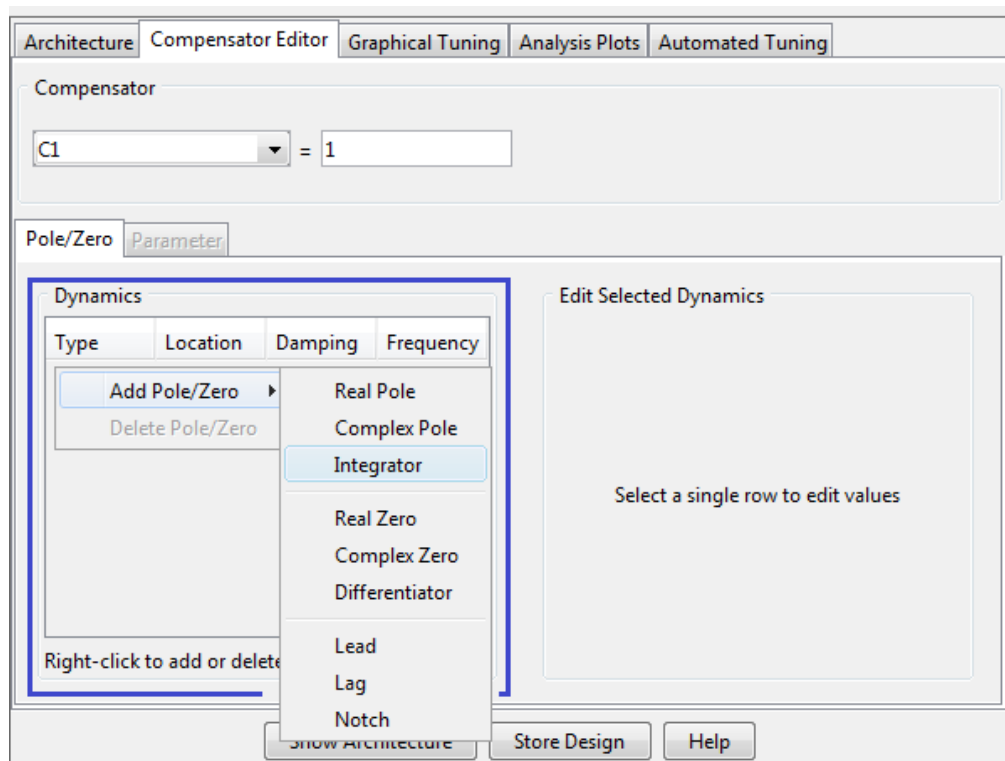

Figura 86. Esquema pestaña Compensator Editor agregar integrador.
- Inserte un integrador en la pestaña *Compensator Editor*, haciendo click derecho sobre el recuadro dynamics de color azul de la Figura 86, escoja *add pole/zero* y luego haga click en *Integrator*.